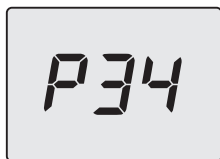

Figura 9.5
- Pulse durante 1 s el botón 14 (Figura 5.49) para entrar en el parámetro seleccionado. El display mostrará lo siguiente (Figura 9.5).